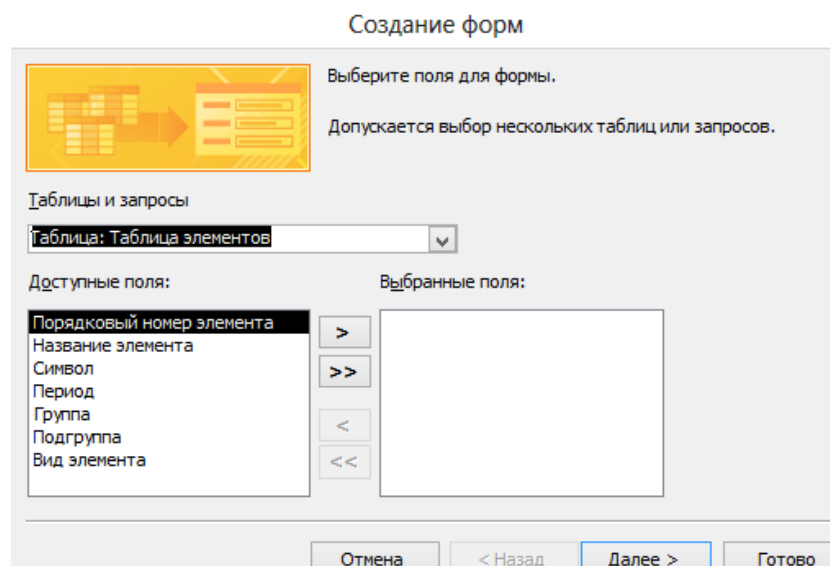

Рисунок 85 – Диалоговое окно *Создание форм*
3. В открывшемся окне *Создание форм* (рисунок 85) выберите в качестве источника данных таблицу или запрос: выберите таблицу *Таблица элементов*